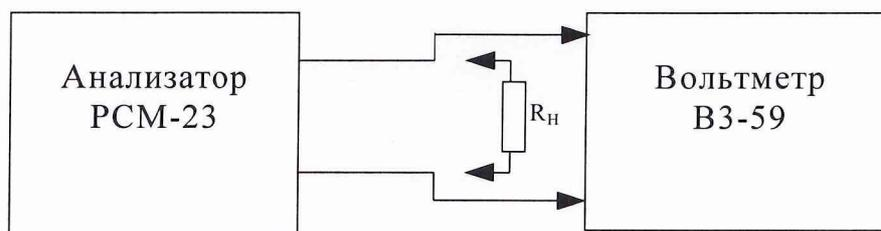

Рис.8.3.
8.3.3.1. Определение затухания несогласованности генератора производится с помощью вольтметра ВЗ-59 (рис.8.3).